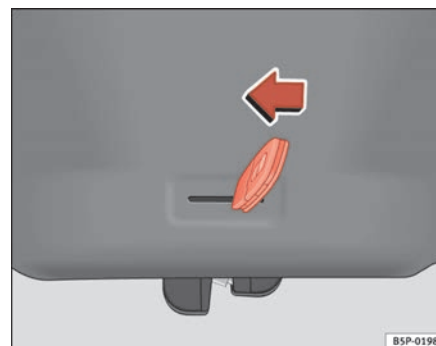

Fig. 68 Cofano vano bagagli: apertura d'emergenza
- Inserire l'ingegno della chiave nella fessura e sbloccare il dispositivo di chiusura girando la chiave da destra verso sinistra, come indicato dalla freccia ⇒ **fig. 68. ■**